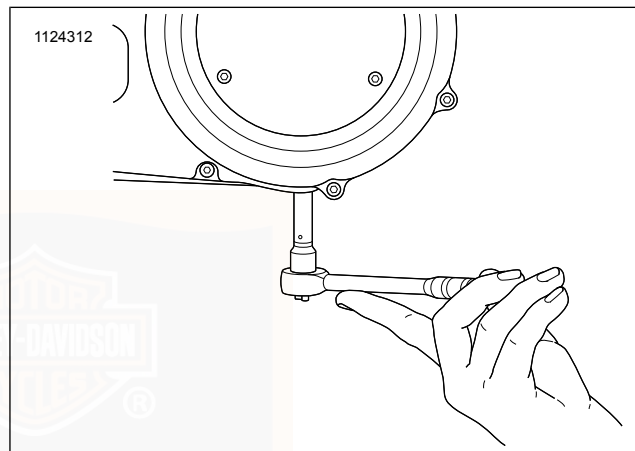

Figure 56. Dépose/pose du bouchon de vidange du carter de chaîne
3. Voir Figure 56. Vidanger le carter de chaîne primaire.